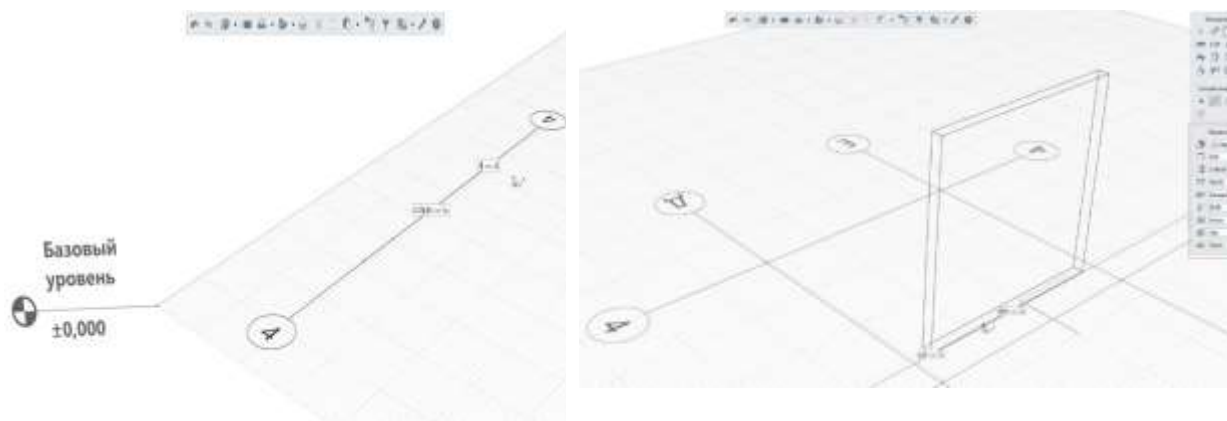

Рисунок 10.1 - Построение оси, стены
1. Строим несколько осей, используя инструмент *Ось*, (рис. 10.1), между которыми будет расположена шахта лифта. Для удобства можно вводить координаты численно; введенные координаты закрепляются автоматически. Построение опалубки будущих панелей инструментом *Стена* (рис.10.1). Зададим основные свойства: тип привязки, высоту, толщину панели, положение относительно рабочей плоскости.